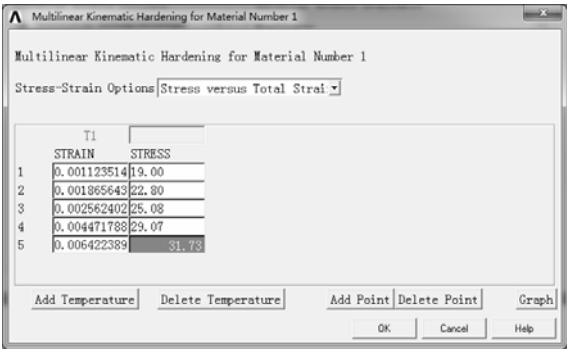

图 9-45 输入其余数据
- 5) 重复上述步骤，依次输入如下数据：0.002562402，25.08；0.004471788，29.07；0.006422389，31.73，单击“OK”按钮完成数据输入，如图 9-45 所示。